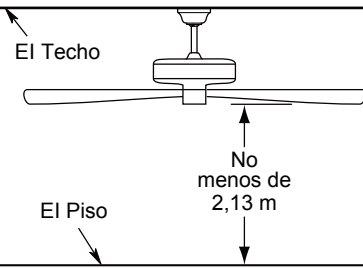

Figura 2
Uso de perfil profundo (Figura 2)
2. Retire el clip de horquilla y pasador de horquilla de la parte inferior de la bola para colgar. Retener el pasador y clip para la reinstalación en el paso 4. (Figura 2)
Debe colgar el ventilador a una distancia mínima de 2,13 m desde las aspas hasta el piso. (Figura 2)
Para evitar una posible descarga eléctrica, asegúrese de cortar la alimentación eléctrica de la caja de fusibles principal antes de alambrear el ventilador. (Figura 2)
- ☐ 2. Coloque y ajuste firmemente la cubierta para el tornillo de la base sobre los tornillos de reborde de la abrazadera para colgar mediante el mecanismo de seguro por giro del chavetero. (Figura 2)
- ☐ 2. Instale la ensamble de la placa de iluminación en el soporte utilizando las dos ranuras principales de conexión. Vuelva a colocar el tercer tornillo y asegure los tres tronillos. (Figura 2)